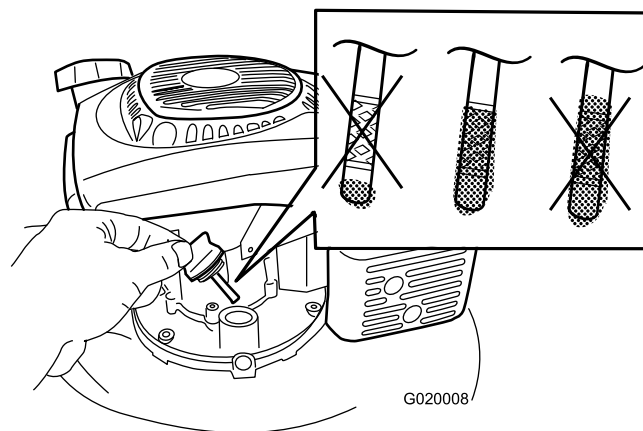

Figure 8
1. Retirez la jauge, essuyez-la sur un chiffon propre puis replacez-la dans le goulot de remplissage, **sans** la visser (Figure 8).
2. Sortez de nouveau la jauge et contrôlez le niveau d'huile (Figure 8). Si le niveau n'atteint pas le repère minimum (Add) sur la jauge, versez **lentement** de l'huile par l'orifice de remplissage pour faire monter